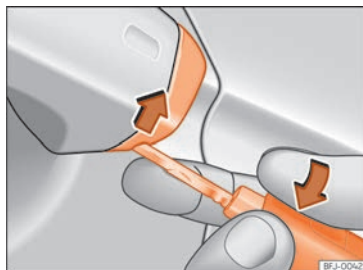

Fig. 52 Manecilla de la puerta del conductor: desprender la tapa haciendo palanca.
- Introduzca el espadín en la abertura inferior de la tapa de la manecilla de la puerta del conductor y eleve la tapa de abajo hacia arriba »» fig. 52.